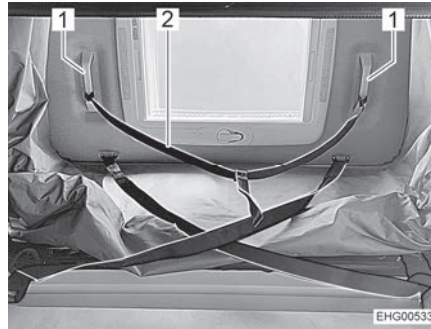

Fig. 97 Cinghia di servizio
- Tirare in basso lentamente di due terzi il tetto a soffietto agendo sulla cinghia di servizio (Fig. 97,2), fino a che il tetto a soffietto rimane fermo autonomamente. Durante questa operazione, osservare:
- Tirare completamente in basso il tetto a soffietto agendo sulle due impugnature a staffa (Fig. 97,1), fino a sentire innestare i bloccaggi laterali.